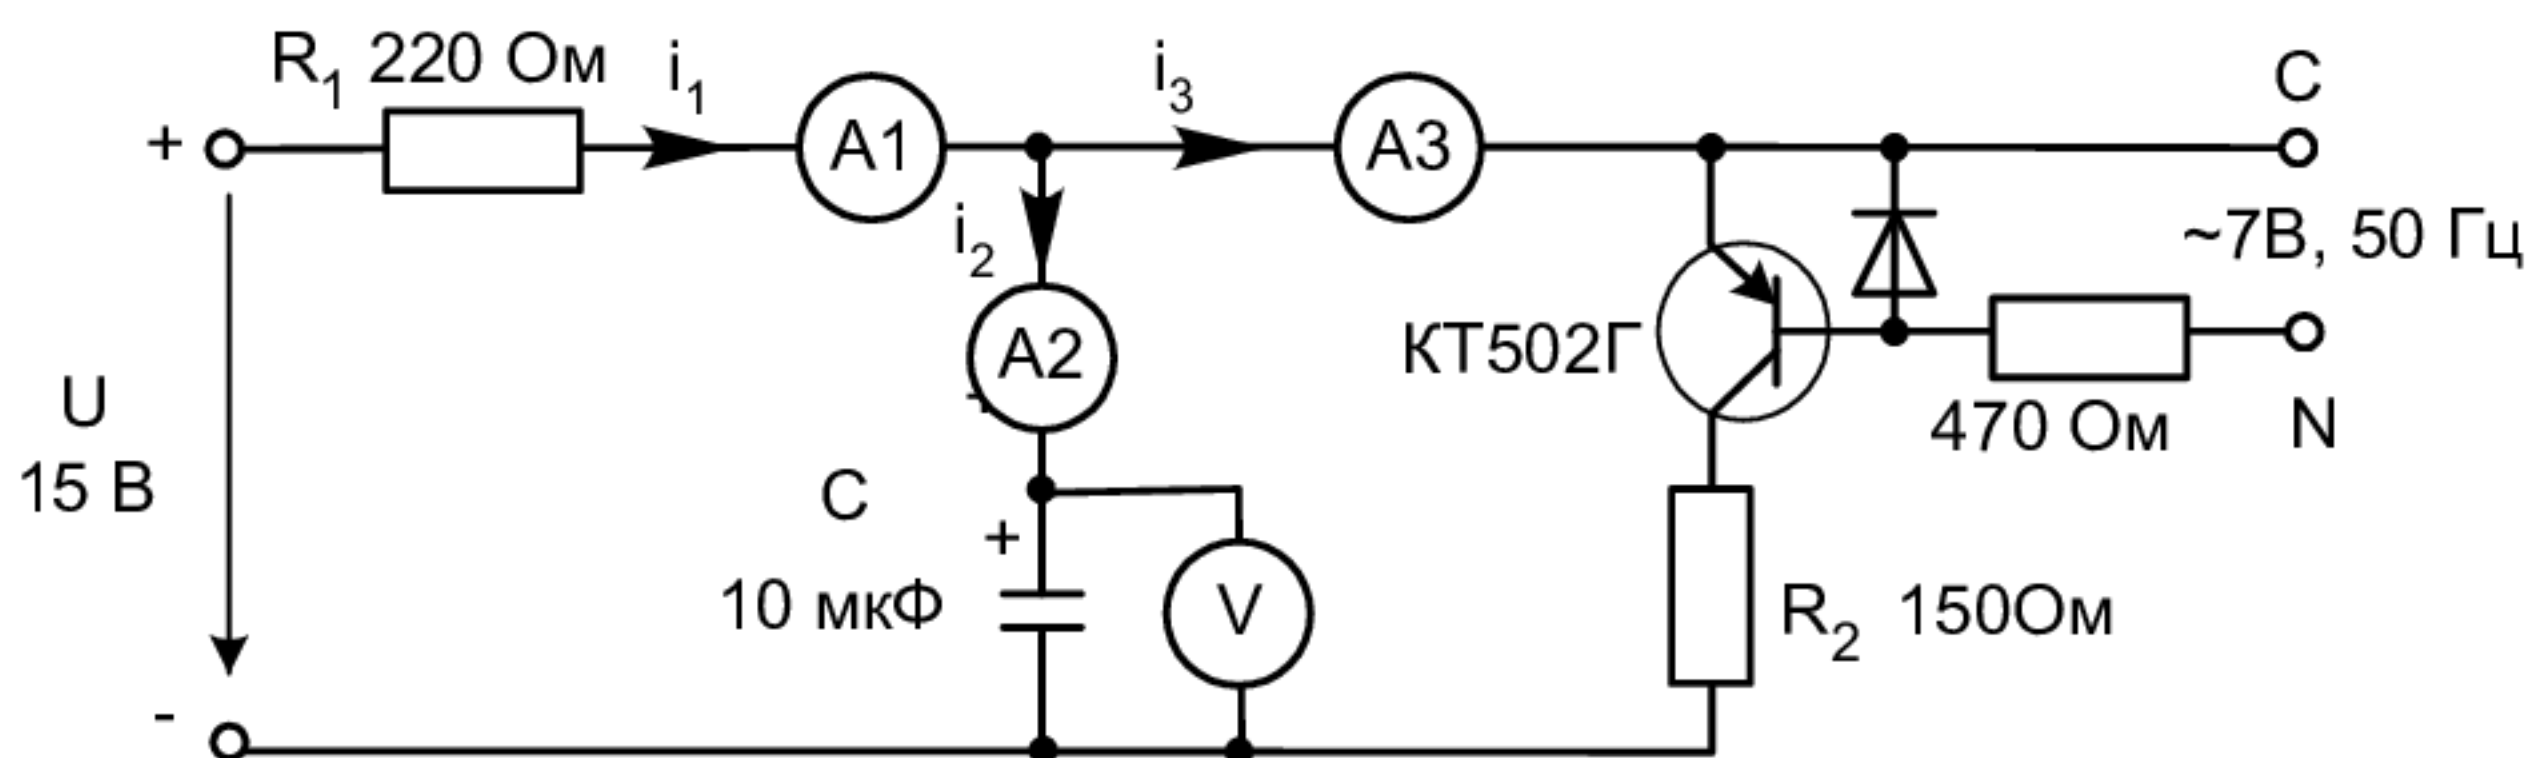

Рисунок 6.2 – Электрическая цепь
3. При включении ключа в цепи (рис. 6.2) рассчитайте токи и напряжение на конденсаторе до коммутации ($t=-0$, ключ разомкнут), в первый момент после коммутации ($t=+0$, ключ замкнут) и в новом установившемся режиме ($t \rightarrow \infty$). Результаты расчёта занесите в табл. 6.1
6. Соберите цепь согласно схеме (рис.6.2), включив в неё вместо изображенных измерительных приборов соответствующие гнезда коннектора. Обратите внимание на полярность электролитического конденсатора.